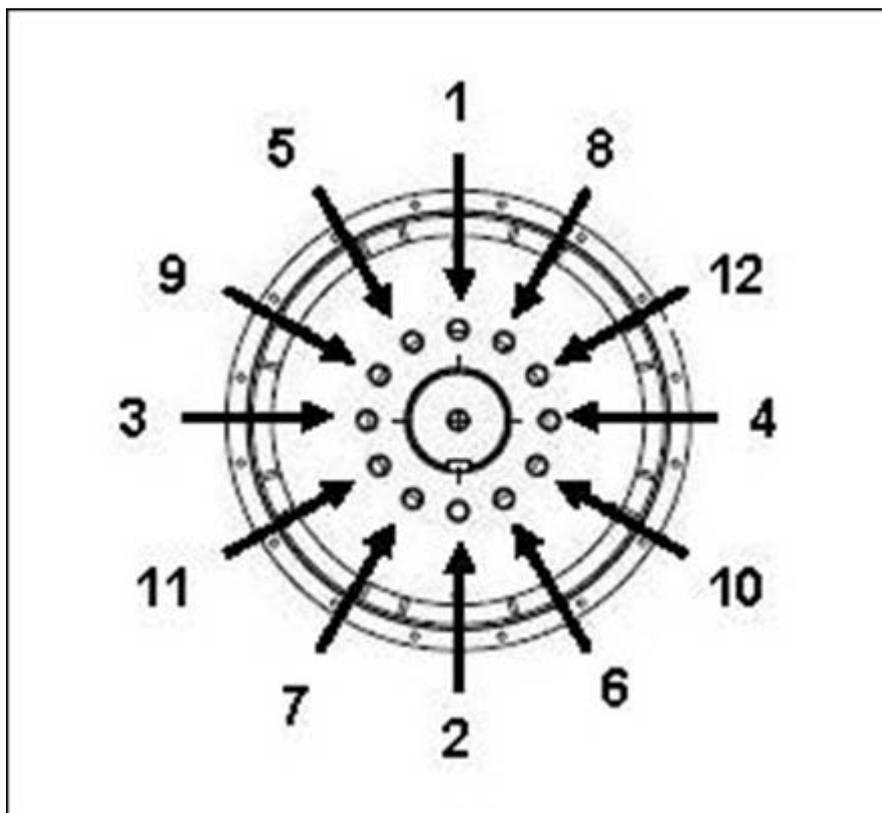

ABBILDUNG 13. REIHENFOLGE DER BEFESTIGUNG AN NABE
4. Gegebenenfalls die Schrauben der Kupplungsscheibe in der Reihenfolge anziehen wie dargestellt in Abbildung 13 auf Seite 27.